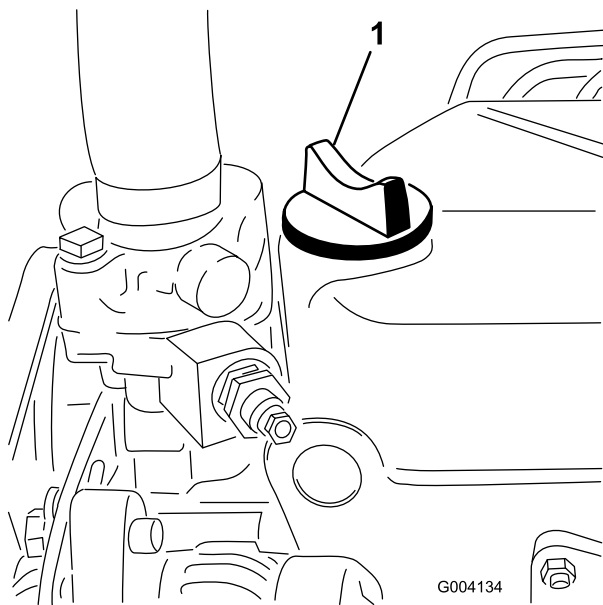

Figura 29
5. Se il livello dell'olio non raggiunge il segno di pieno, togliete il tappo di riempimento (Figura 29) e rabboccate con olio fino a portarlo al segno Full sull'asta di livello.